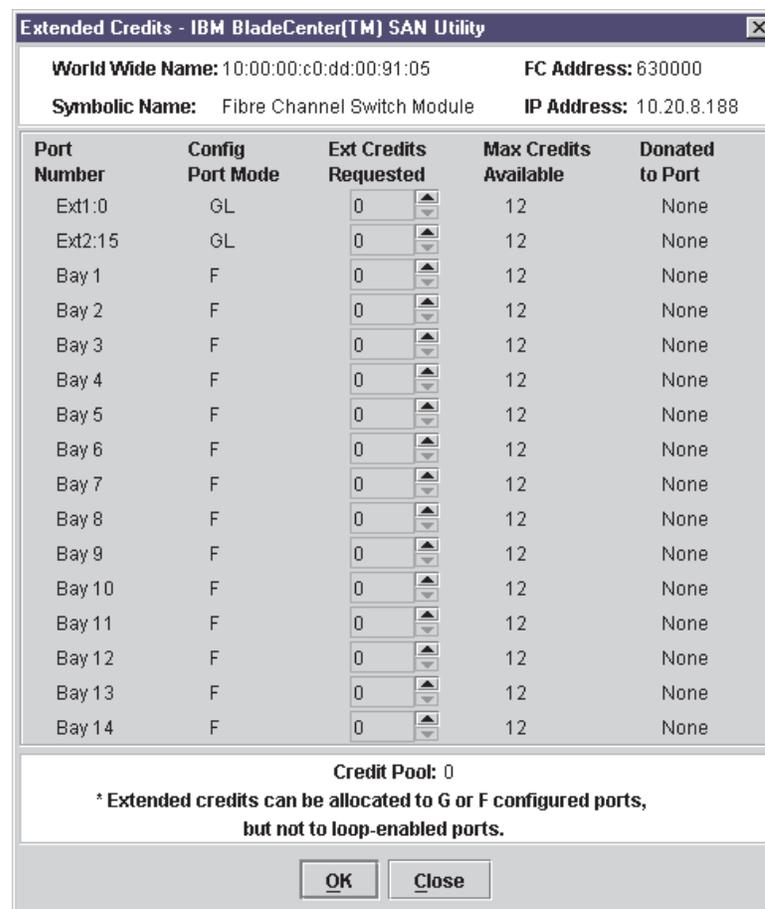

Abbildung 20. Fenster "Extended Credits"
2. Wählen Sie im Fenster "Faceplate" den Empfänger-Port aus. Bei den Empfänger-Ports muss es sich um externe Ports handeln, die als G\_Ports oder F\_Ports konfiguriert sind. Klicken Sie auf **Port** → **Extended Credits**. Das Fenster "Extended Credits" wird geöffnet (siehe Abb. 20).